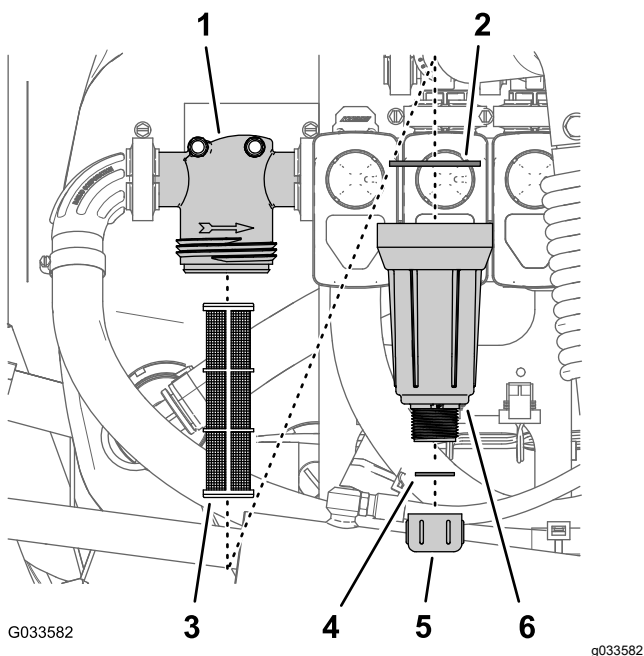

Figura 80
2. Amplasați o tavă de golire sub filtrul de presiune (Figura 80).
3. Rotiți capacul de golire în sens invers acelor de ceasornic și scoateți-l din vasul filtrului de presiune (Figura 80).
4. Rotiți vasul în sens invers acelor de ceasornic și îndepărtați capacul filtrului (Figura 80).
5. Îndepărtați elementul filtrului de presiune (Figura 80).
7. Verificați dacă există deteriorare și uzură la nivelul garniturii pentru bușonul de golire (situat în interiorul vasului) și garniturii pentru vas (aflată în interiorul capului filtrului) (Figura 80).
8. Montați un nou element de filtrare de presiune la capul filtrului (Figura 80).
9. Montați vasul pe capul filtrului și strângeți-l manual (Figura 80).
10. Montați capacul de golire pe fittingul din partea de jos a vasului și strângeți capacul manual (Figura 80).